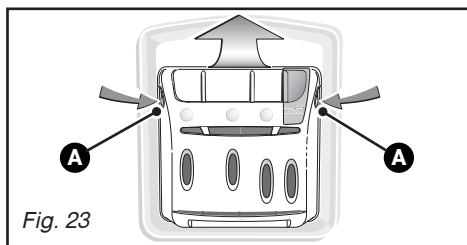

Fig. 23
- appuyez simultanément sur les bossages **A** se trouvant de part et d'autre de la boîte, celle-ci s'extrait de son logement (Fig. 23).